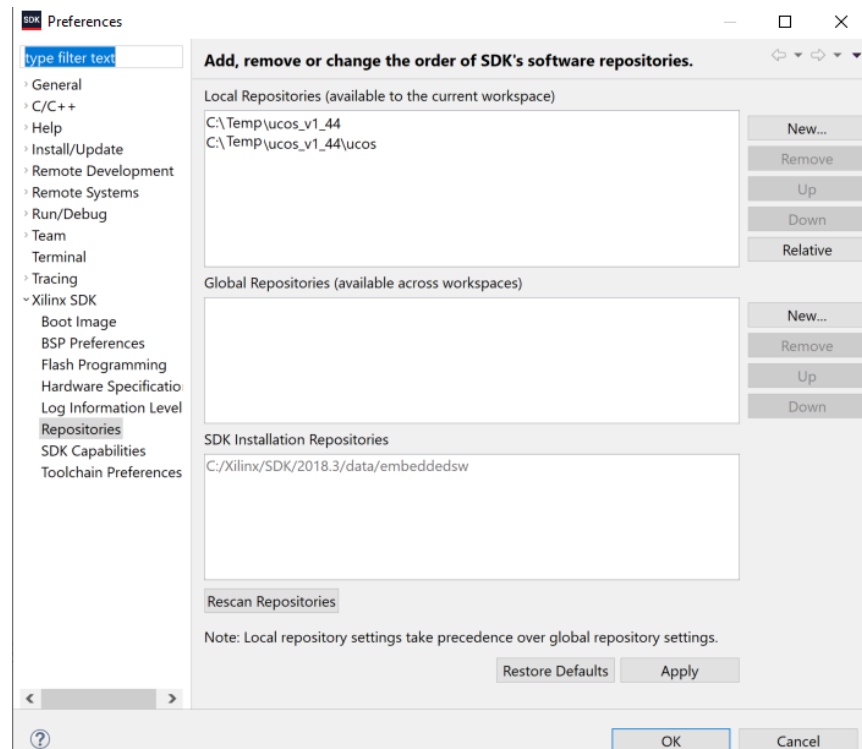

Figure 2 : Mettre OS-III en répertoire local.
Étape 2 : Dans Xilinx SDK, allez dans Window->Preferences->Xilinx SDK -> Repositories, puis ajoutez le répertoire ucos aux répertoires spécifiés à l'étape 1, comme à la figure 2.